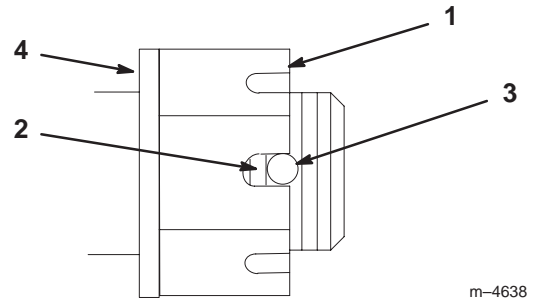

Figure 49
4. Serrez le boulon crénelé à 170 Nm (125 pieds-livre) (Fig. 49).
5. Mesurez l'espace entre la base de la fente de l'écrou et le bord intérieur du trou. On ne doit pas voir plus de deux filets (Fig. 49).
6. Si plus de deux filets sont visibles, enlevez l'écrou et placez une rondelle entre le moyeu et l'écrou (Fig. 49).
7. Serrez le boulon crénelé à 170 Nm (125 pieds-livre) (Fig. 49).
8. Serrez l'écrou jusqu'à ce que le jeu de fentes suivant soit en face du trou de l'axe (Fig. 49).